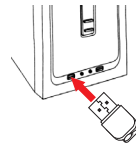

Figure 3: Importation
**Explication:** Ce mode permet de contrôler le drone sans se soucier de sa direction de vol. Si vous orientez le joystick de droite vers l'avant le drone ira au Nord quelle que soit son orientation (Nord/Sud/Est/Ouest) de vol au moment de la commande (Figure 3). Lorsque le mode CF est désactivé vous devez vous soucier en permanence de la direction/orientation de vol du drone (Figure 1). Le mode CF est idéal pour apprendre à piloter.